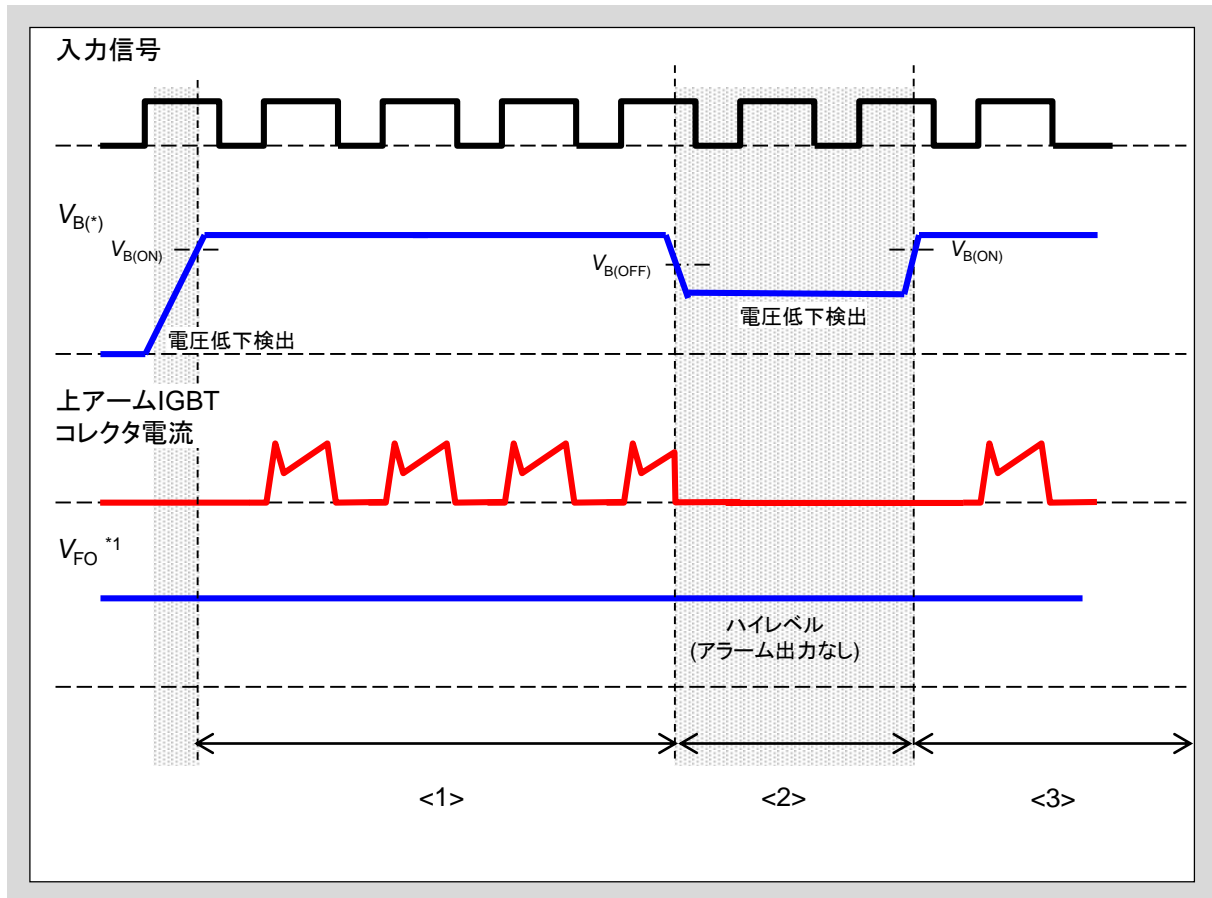

図3-5 $V_{B(*)}$ 低入力電圧保護動作のシーケンス(ハイサイド)
- 図3-5に $V_{B(*)}$ の低入力電圧保護動作のシーケンスを示します。